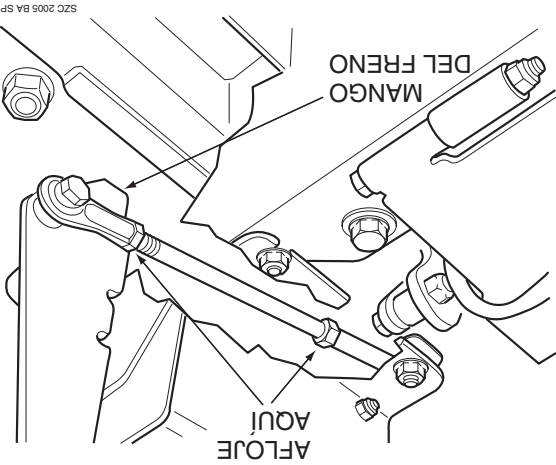

Figura 6-1. Ajuste de freno
3. Mida la distancia entre el bastidor y la parte superior de la barra del accionador. La distancia debe ser de 1-1/4". Si esta medida no está en el valor 1-1/4" especificado, ajuste la varilla de control del freno. Realice el ajuste aflojando la contratuercas en ambos extremos de la varilla de control del freno y girando la varilla hasta alcanzar la distancia apropiada. Apriete las contratuercas. (Vea la Figura 6-1).